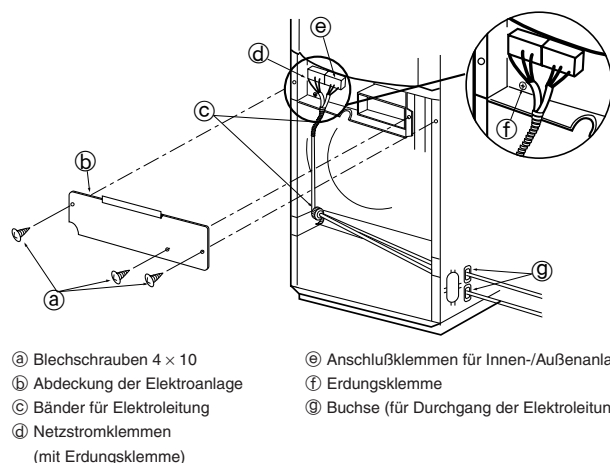

Fig. 6-1
6.1. Elektrische Verdrahtung (Fig. 6-1)
- Die Blechschrauben ③ abnehmen, und dann die Abdeckung ② der Elektroanlage abnehmen.
- Die Leitungen ④ mit den Bändern ③ befestigen.